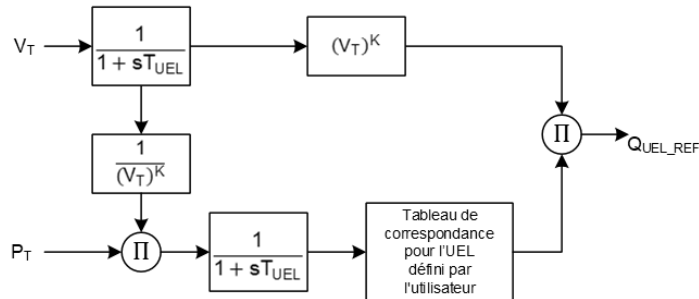
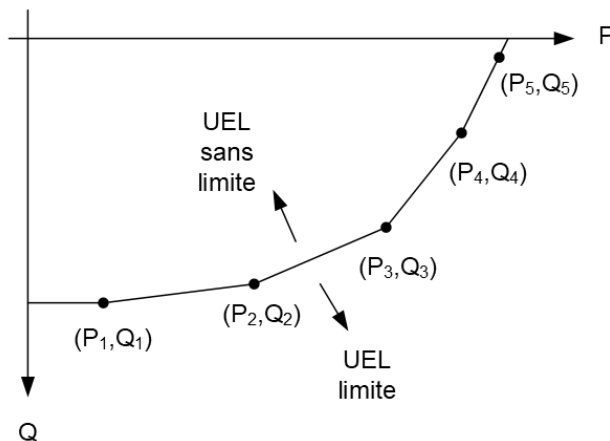

Figure 11-14. Ajustement de la courbe UEL en fonction de la tension du générateur et de la puissance réelle
Figure 11-15. Caractéristique de la courbe UEL établie par l'utilisateur avec cinq points
2. Les niveaux saisis pour la courbe établie par l'utilisateur sont définis pour un fonctionnement à la tension nominale du générateur. La courbe UEL établie par l'utilisateur est automatiquement ajustée à partir de la tension de service du générateur et de la puissance réelle en utilisant l'exposant de la puissance réelle dépendant de la tension UEL, comme présenté dans la Figure 11-14. Figure 11-15 présente la caractéristique de fonctionnement personnalisée d'un limiteur UEL dans laquelle la limite est constituée de plusieurs segments linéaires, avec un maximum de six segments.